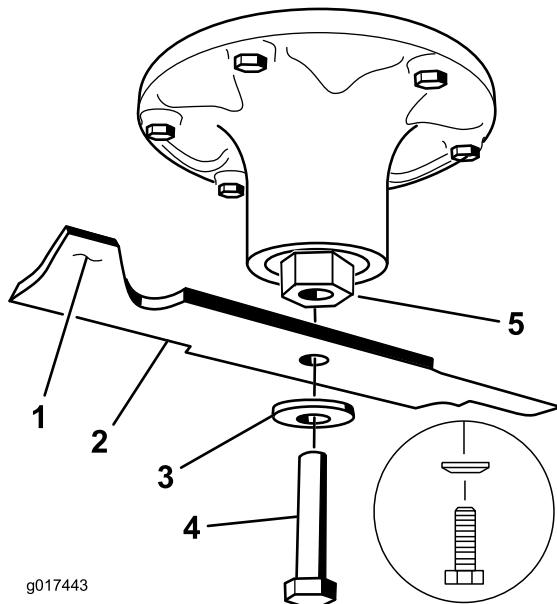

Figura 80
2. Retire del eje el perno de la cuchilla, la arandela curva y la cuchilla (Figura 80).
- #### 1. Instale la cuchilla en el eje (Figura 80).
2. Instale la arandela curva y el perno de la cuchilla (Figura 80).